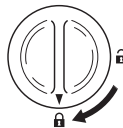

Figura 4 – Blocco del coperchio
7. Chiudere il coperchio del vano asettico e ruotare il fermo di 90° in senso orario; lo scatto del fermo indica la chiusura del coperchio. Controllare che l'indicatore sia in linea con il simbolo del lucchetto chiuso (Figura 4).